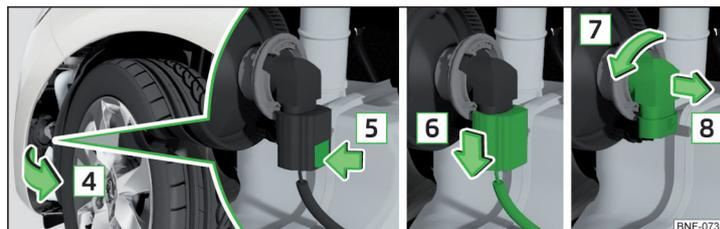

Fig. 177 Remplacez l'ampoule
- Ouvrez le revêtement du passage de roue dans le sens de la flèche **4** » fig. 177.